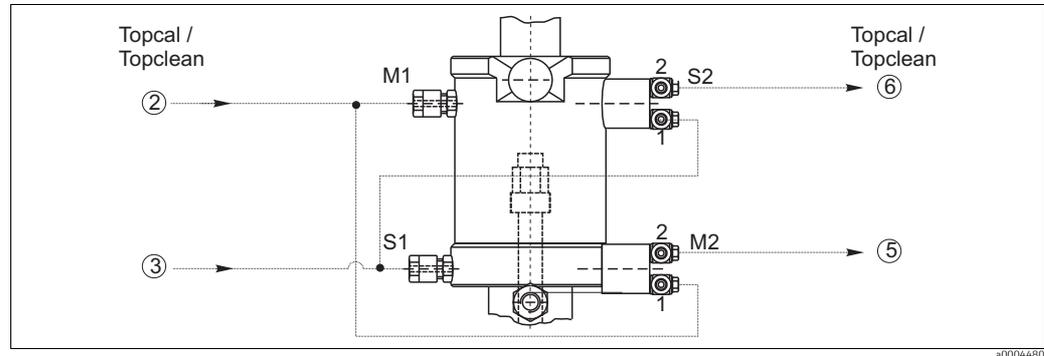

Fig. 11 : Raccords pneumatiques et fins de course pneumatiques (1=entrée, 2=sortie)
1. Raccordez l'air comprimé pour "sonde en position mesure" (Topcal/Topclean : tuyau n° ②) au raccord fileté G 1/8 du haut (Fig. 11).
2. Raccordez également l'air comprimé ② (via le raccord en T) à l'entrée (1) du fin de course du bas (M2). Il sert à la confirmation de la position "sonde en position mesure".
3. Lorsque la position "mesure" est atteinte, l'air entrant à l'entrée M2 (1) est commuté vers la sortie M2 (2) (Topcal/ Topclean : raccordez le tuyau ⑤ à la sortie du fin de course).
4. Raccordez l'air comprimé pour "sonde en position maintenance" (Topcal/Topclean tuyau n°③) au raccord fileté G 1/8 du bas.
5. Raccordez également l'air comprimé ③ (via le raccord en T) à l'entrée (1) du fin de course du haut (S2). Il sert à la confirmation de la position "sonde en position maintenance".
6. Lorsque la position "maintenance" est atteinte, l'air entrant à l'entrée S2 (1) est commuté vers la sortie S2 (2) (Topcal/ Topclean : tuyau ⑥).